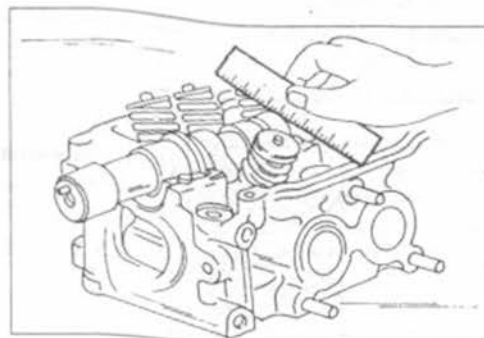

Рис. 57.
- Замерять шаблоном в самом широком месте ширину прижатой пластмассовой полоски, как это показано на рис. 57. Измерение у всех двигателей осуществляется одинаково. Это обеспечивает наименьший зазор у подшипников. В случае, если зазор более 0,15 мм или 0,10 мм у дизельного двигателя, головка блока цилиндров и (или) распределительный вал должны быть заменены, чтобы зазор опять вернуть до величины, которая находится внутри ряда значений отдельных подшипников. У стандартных двигателей зазоры для переднего, трех средних и заднего подшипников отличаются. У ДОНС-двигателя или дизельного зазор всех цапф подшипников, в случае необходимости, одинаковый (см. таблицы параметров и габаритных размеров).